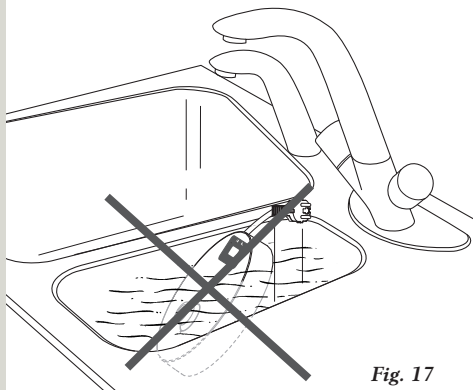

Fig. 17
- No sumergir la base de alimentación en agua. (fig. 17)